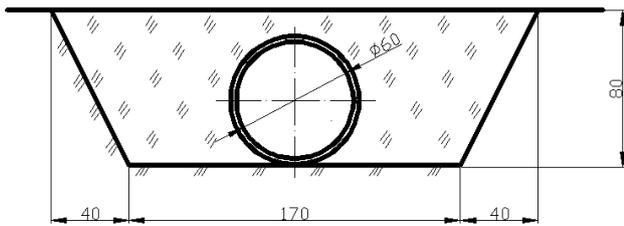

Рис.5.58. Фрагмент чертежа трубопровода
7. Выполните построение фрагмента чертежа трубопровода по размерам, представленным на *Рис. 5.58*.